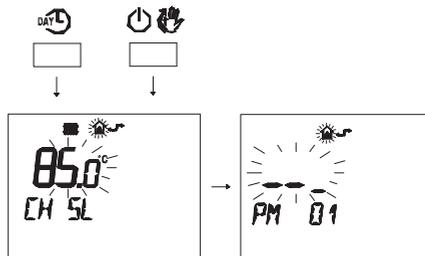

Figura 5.89
• Premere contemporaneamente i pulsanti DAYL e \mathbb{P} per entrare nella programmazione trasparente (Figura 5.89).